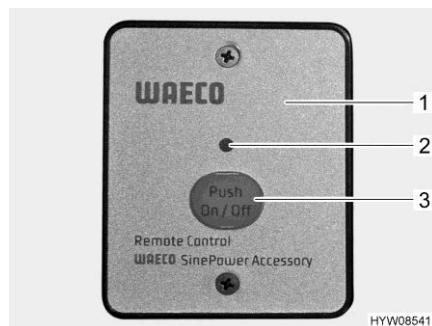

Fig. 116 Interruttore esterno (invertitore)
L'interruttore esterno (Fig. 116,1) è installato sopra la porta di ingresso.
- Premere il tasto "On/Off" (Fig. 116,3). Il LED (Fig. 116,2) si accende.
- Premere il tasto "On/Off" (Fig. 116,3). Il LED (Fig. 116,2) si spegne.